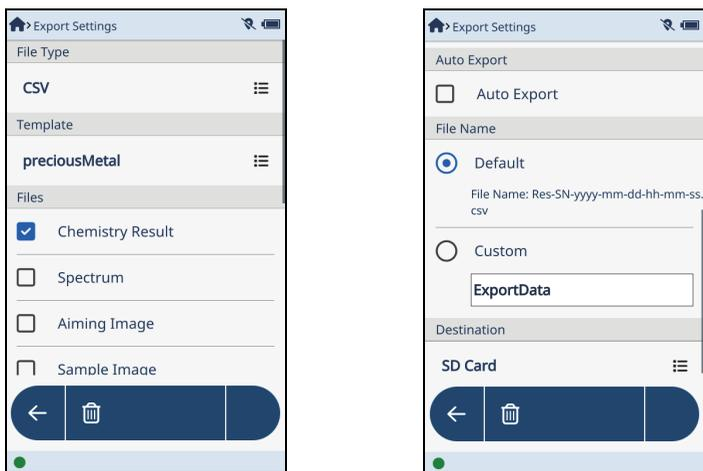

图 2-34 导出设置屏幕的上部（左图）和下部（右图）
- ◆ 点击**Export Settings**（导出设置）按钮（）[在**Menu Tray**（菜单托盘）中，或者如果存在，在**Live View**（实时视图）屏幕中]（参见第50页的图 2-34）。